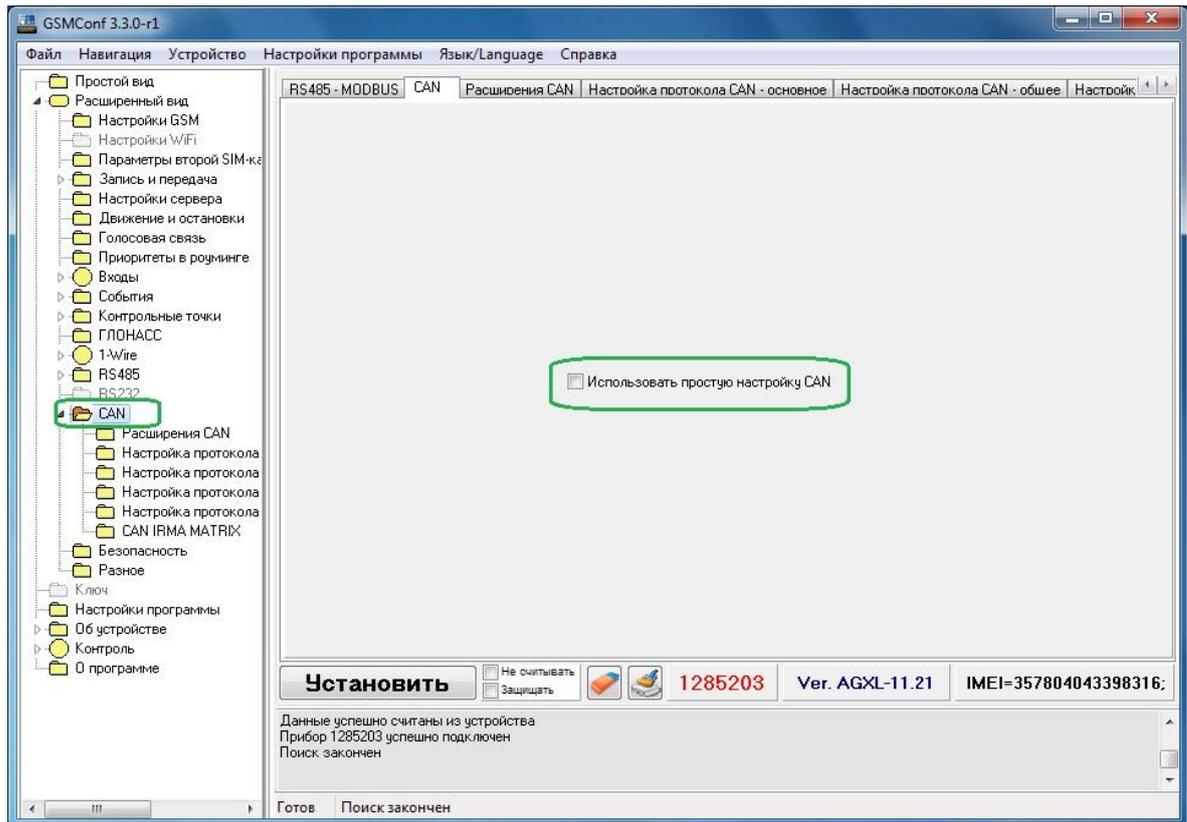

Рисунок 5
3.3.1. На вкладке CAN необходимо использовать только простую настройку CAN, чтобы не было активных запросов (Рис. 5):